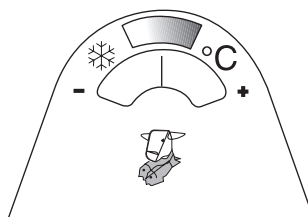

Fig. 1
- La température de ce compartiment est visualisée par un indicateur placé sur la porte du compartiment (**Fig. 1**).